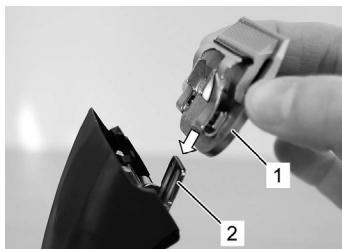

Fig. 15
6. Fest klippehodet på bladhengselet, og fold den inn på den påslatte klippemaskinen med et lett trykk (fig. 15, 16, 17).